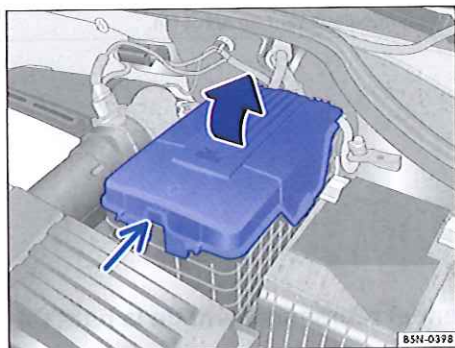

Fig. 196 Dans le compartiment-moteur : dépose du cache de la batterie du véhicule.
- Dans le cas d'un cache : \Rightarrow fig. 196 : appuyez sur la languette (petite flèche) et retirez le cache par le haut dans le sens de la flèche.